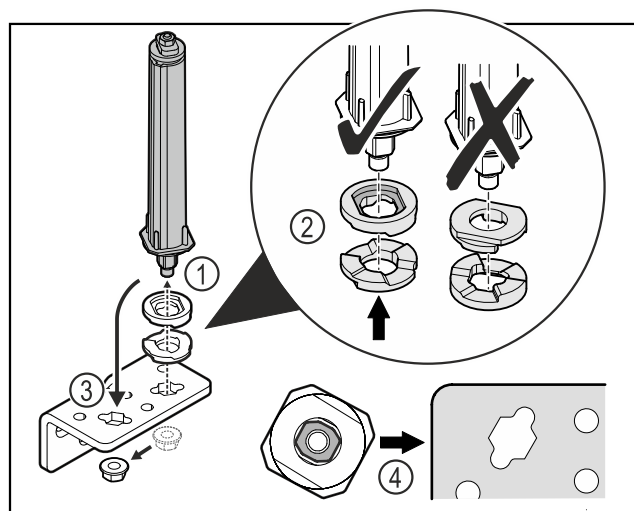

Fig. 47
- ▶ Otpustite maticu i skinite sustav zatvaranja vrata Fig. 47 (1).
- ▶ Pazite na ispravno poravnanje pločica za namještanje visine Fig. 47 (2).
- ▶ Premjestite sustav zatvaranja vrata u kutnim šarkama i pričvrstite ga maticom Fig. 47 (3).
- ▶ Pri umetanju pazite na ispravno poravnanje sustava zatvaranja vrata Fig. 47 (4).